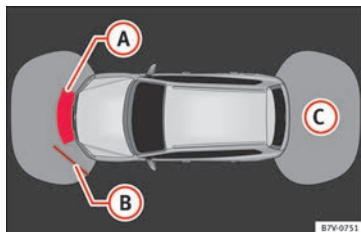
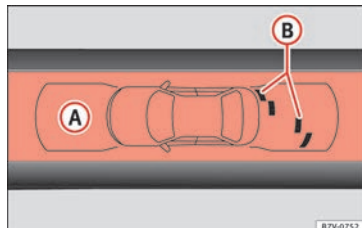

Abb. 209 Anzeige im Display des OPS: **A** Hindernis im Kollisionsbereich erkannt; **B** Hindernis im Segment erkannt; **C** abgetasteter Bereich hinter dem Fahrzeug.
Abb. 210 Anzeige im Display des OPS: **A** Hindernis im Segment erkannt; **B** Abgetasteter Bereich vor dem Fahrzeug.
Der Bereich, in dem Hindernisse erkannt werden, erstreckt sich vor dem Fahrzeug bis zu einem Abstand von etwa 120 cm und etwa 60 cm zur Seite **» Abb. 210 (B)**. Der Bereich hinter dem Fahrzeug wird bis zu einem Abstand von etwa 160 cm und etwa 60 cm zur Seite abgetastet **» Abb. 209 (C)**.
Die angezeigte Grafik stellt die überwachten Bereiche in mehreren Segmenten dar. Je mehr sich das Fahrzeug einem Hindernis annähert, umso dichter rückt das Segment an das dargestellte Fahrzeug **» Abb. 209 (B)** und **» Abb. 210 (A)**. Spätestens wenn das vorletzte Segment angezeigt wird, ist der Kollisionsbereich erreicht. **Nicht weiterfahren!**